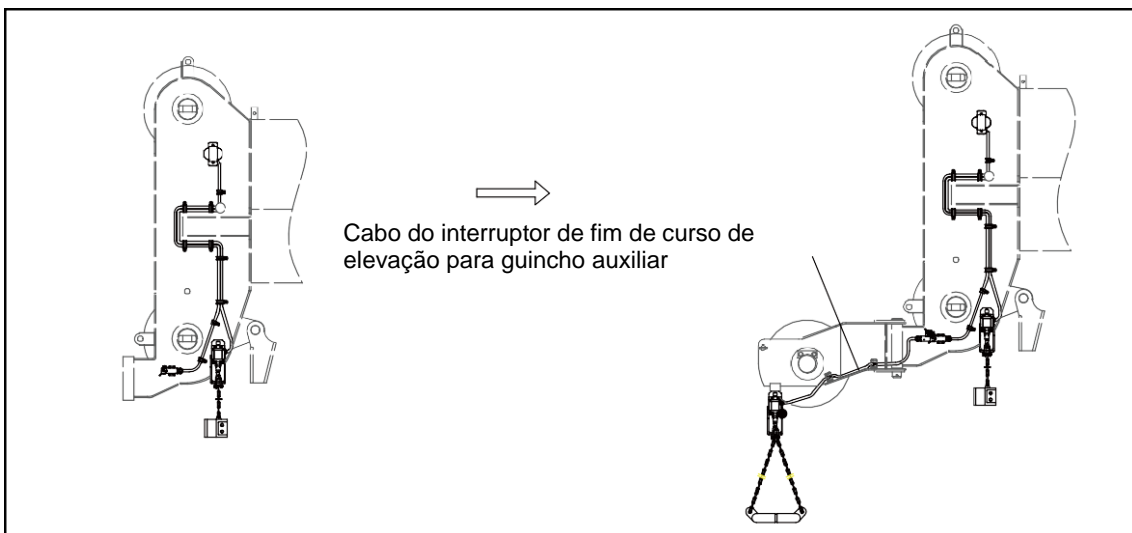

Figura 5-25 Conexão de cabo com roldana de cabeça
- Conecte o plugue de cabo na cabeça da lança principal. Consulte a figura 5-25.